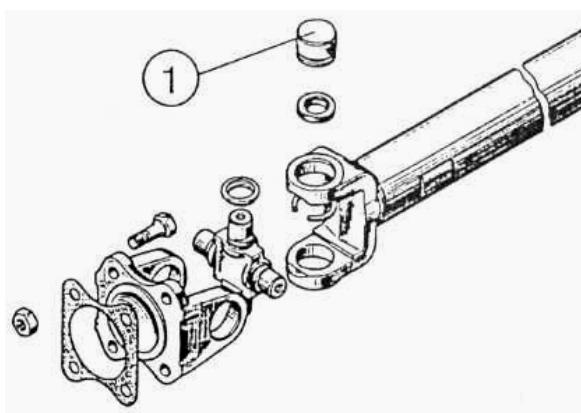

Рисунок 5.67
8) при сборке крестовин карданного вала перед запрессовкой игольчатых подшипников (1) (**рисунок 5.67**) заполните их консистентной смазкой «№ 158»;